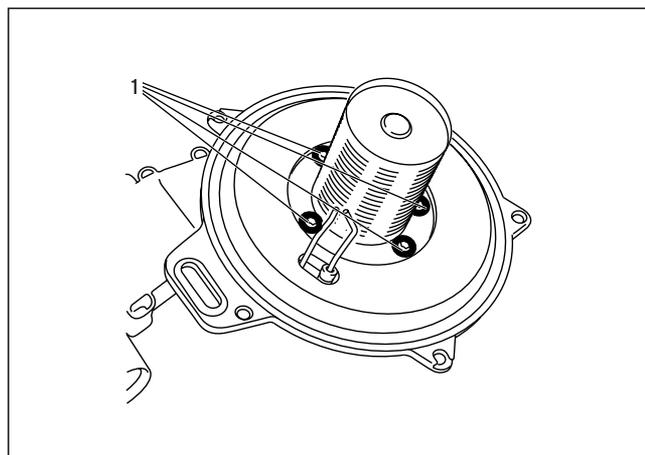

Рис. 8.2 Замена горелки
- Отпустите 4 винта (1) на термо-модуле (рис. 8.2).